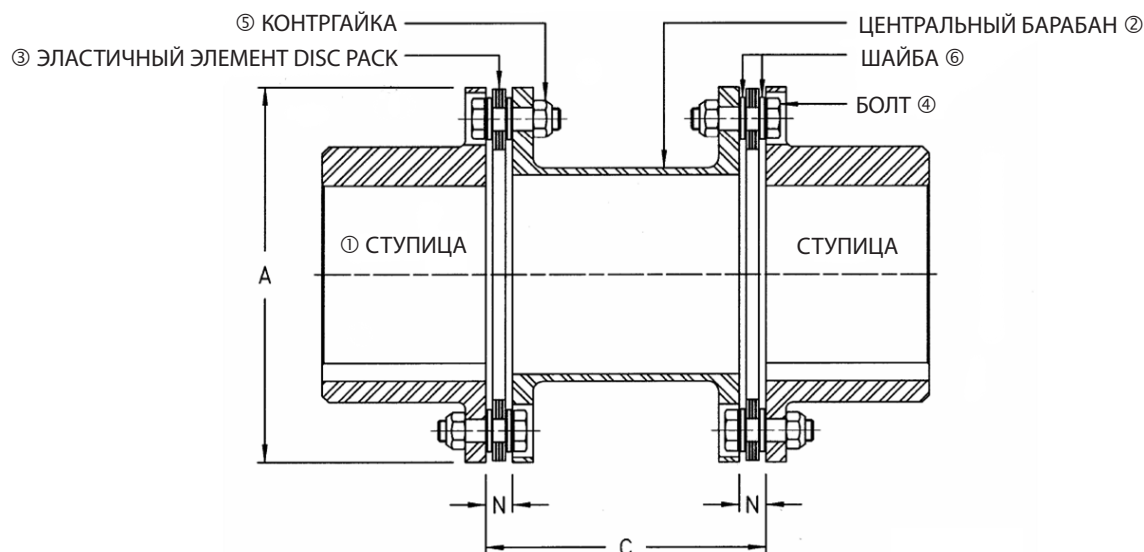

Рисунок 3 - Вид компонентов муфты Thomas серии 52 в разрезе
- 2.7. По требованиям ATEX защитный кожух должен иметь радиальный зазор не менее 12,7 мм до внешнего диаметра муфты "А" (см. Рисунок 3 и Таблицу 3) и обеспечивать надлежащую вентиляцию.